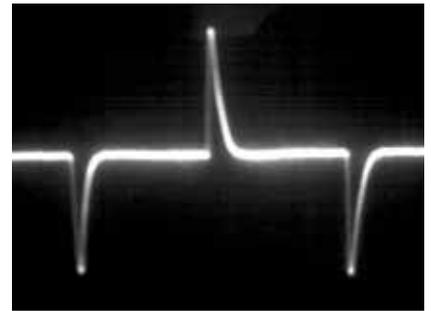

Рис.22
**рис.22.** Выброс в 60 мВ на резисторе 27 Ом происходит с тем, что эмиттерный ток VT7 изменяется на 2 мА и т.д. Возможных. Поскольку амплитуда сигнала на эмиттере VT7 практически ненамного ниже амплитуды на резисторе R4 сопротивлением 1,2 кОм, легко можно вычислить, что токи дифкаскада при распределении всего на несколько процентов и все каскады усилителя даже при обработке динамических наиболее тяжёлого сигнала не просто остаются в режиме усиления класса А, но даже самый критичный каскад с ОЭ обладает запасом в 70% по входному динамическому диапазону. Так работает противоперегрузочная коррекция. На **рис.23** изображена осциллограмма сигнала в точке С: быстрое действие УМЗЧ